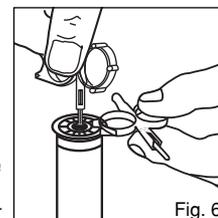

Fig. 6
1. Immobilisez la buse plastique en engageant les ergots situés sur le côté de la clé Hunter entre deux encoches quelconques de la buse (Fig. 6).